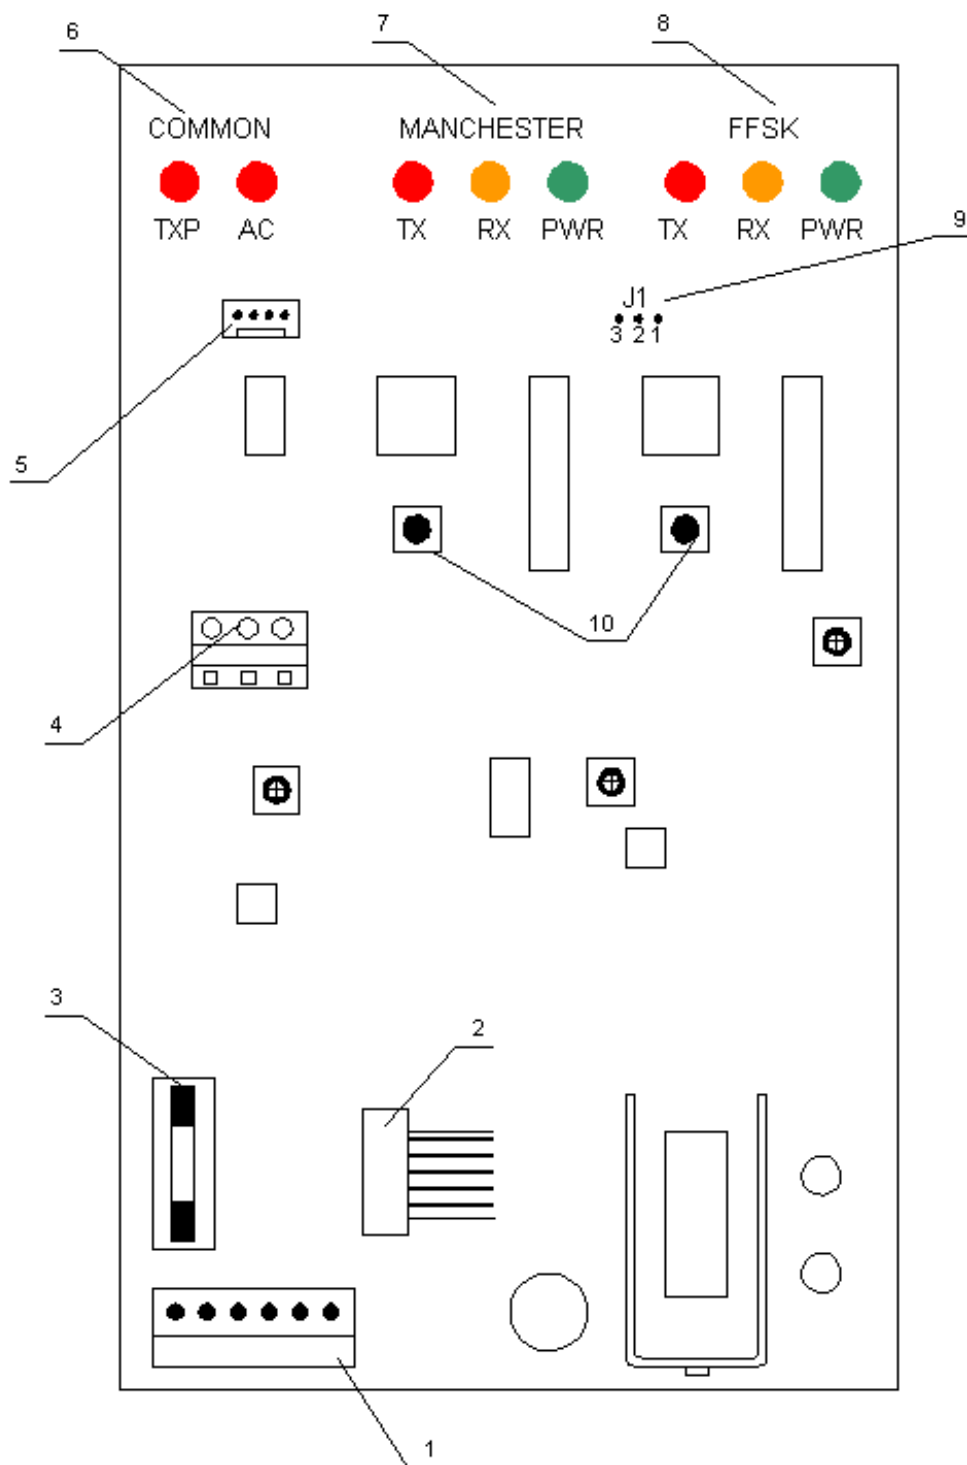

рис.1
1. Общая индикация устройства (6 на рис.1) – представлена двумя диодами индикации:
2. Индикация для ретранслятора, использующего формат Cortex1000 (7 на рис.1):
3. Индикация для ретранслятора, использующего формат Cortex4000 (8 на рис. 1):